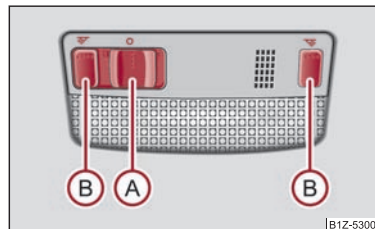

Fig. 39 Iluminación interior con lámparas de lectura
- Pulse el conmutador **(A)** hacia el borde de la lámpara; se visualizará el símbolo  → fig. 39.